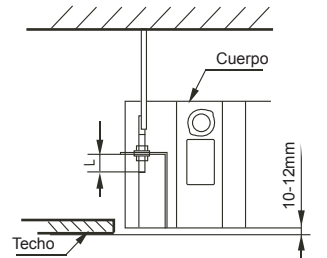

Fig. 5-6
- Ajuste la posición para asegurarse de que los espacios entre el cuerpo y los cuatro lados del techo son uniformes. La parte inferior del cuerpo debe hundirse en el techo unos 10~12 mm. (Véase Fig.5-6)
- En general, L se encuentra a la mitad de la longitud del gancho de instalación. (Véase Fig.5-6)